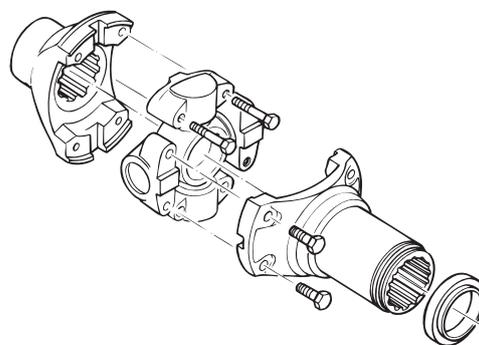

Figura 6.1
2. Solte e remova os quatro parafusos que fixam a cruz da junta universal ao garfo deslizante. Figura 6.1.
3. Instale os quatro parafusos e arruelas de pressão que fixam a cruz universal do garfo terminal. Figura 6.1.